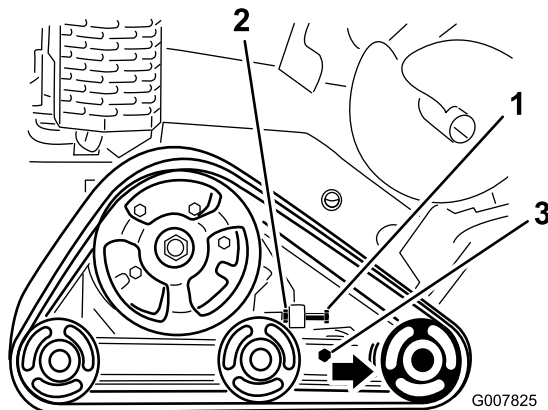

Bild 60
3. Lösen Sie die Klemmmutter an der Spannschraube der Kette und die Klemmschrauben am Spannarm (Bild 60).
4. Ziehen Sie die Spannschraube bis auf 32,5-40 N·m an, um die Kette zu spannen (Bild 60).
4. Lösen Sie die Spannschraube und Klemmmutter (Bild 60).
5. Lösen Sie die Klemmschrauben (Bild 60).